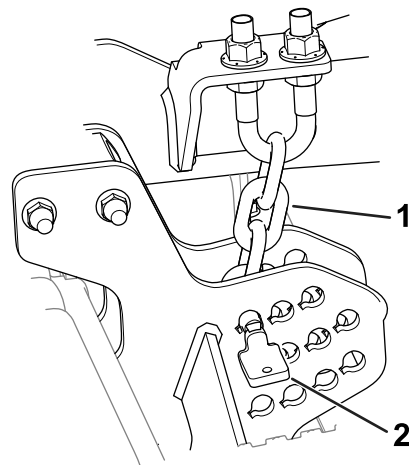

Figura 10
1. Retire los pasadores que fijan las cadenas de altura de corte en la parte trasera de la unidad de corte (Figura 10).
El pasador debe instalarse en en eslabón más bajo de la cadena de altura de corte. La cadena debe colgar recta (Figura 10); no debe estar torcida.